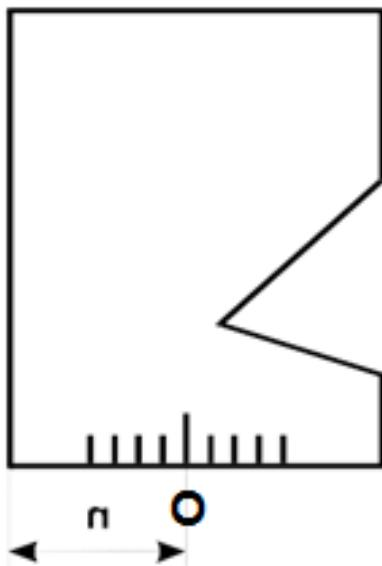

Рисунок 5.4 - Корпус ПЭП
5.2.6 Если продолжить линию риски СО-3 на ПЭП, то получим точку О выхода луча, которая, обычно, отмечается на боковой поверхности корпуса ПЭП (рис. 5.4).
5.2.7 По найденной точке выхода луча О определяют стрелу п (Рисунок 5.4) как расстояние между точкой О и передней гранью ПЭП.
Если продолжить линию риски 0 рис. 5.7 на ПЭП, то получим точку О выхода луча, которая, обычно, отмечается на боковой поверхности корпуса ПЭП (рис. 5.4).
По найденной точке выхода луча О определяют стрелу n (Рисунок 5.4) как расстояние между точкой О и передней гранью ПЭП.
Если продолжить линию риски 0 Рисунок 5.7 на ПЭП, то получим точку О выхода луча, которая, обычно, отмечается на боковой поверхности корпуса ПЭП (см. Рисунок 5.4).